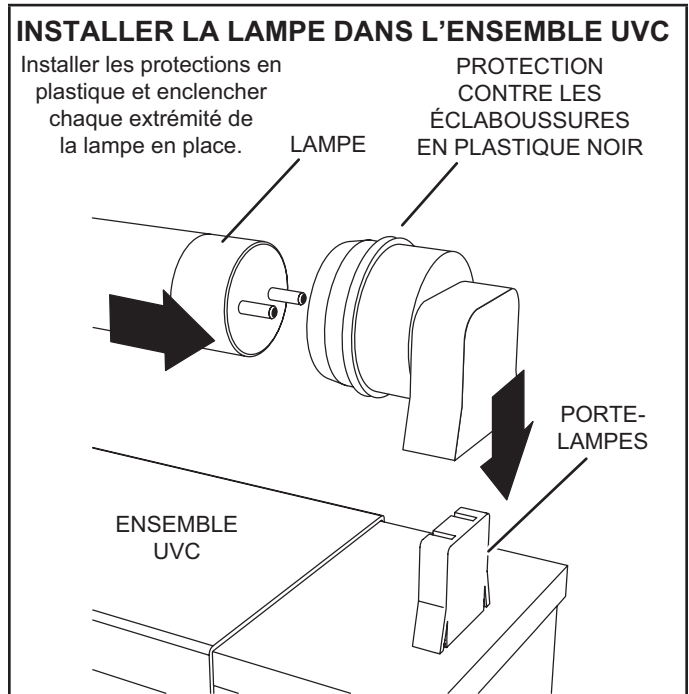

FIGURE 36
- 5 - Retirer et conserver les 3 vis qui fixent l'ensemble UVC. Sortir délicatement l'ensemble UVC en le faisant glisser par la porte d'accès au ventilateur. Voir FIGURE 36.